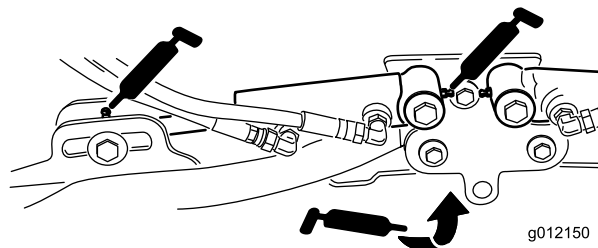

Figure 107
- Vérins des bras de levage des unités de coupe (x 2) (Figure 107)
- Pivots des bras de levage (x 1) (Figure 107)